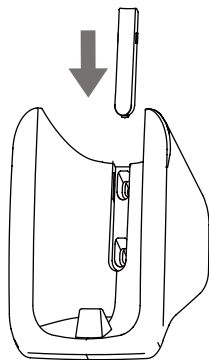

Figura 4
2. Encaje la tapa de rosca en la cubierta del soporte en la parte superior de los tornillos (vea Figura 4);